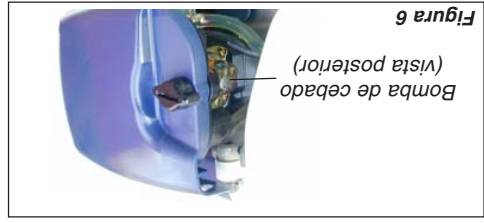

Figura 6 Bomba de cebado (vista posterior)
3. Oprima la bomba de cebado varias veces hasta que sienta resistencia y vea combustible fluir por la bomba. Consulte Figura 6.